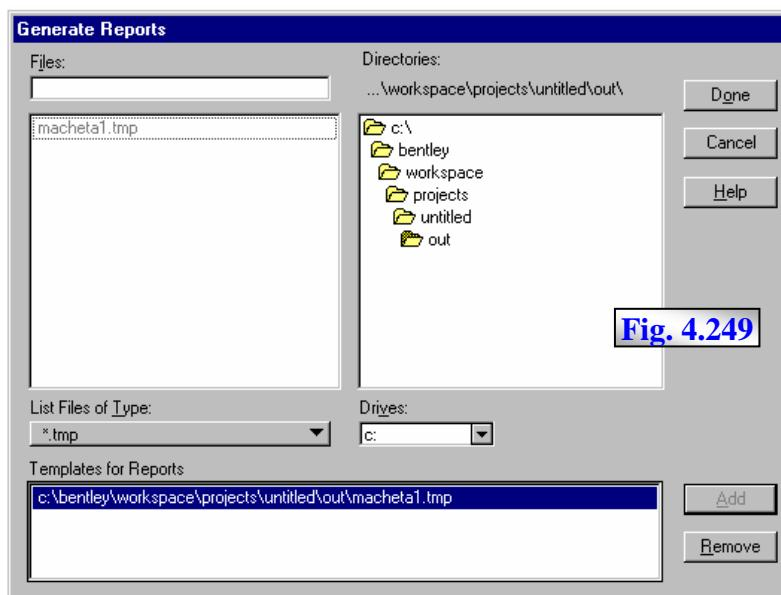

Fig. 4.249
- activarea ferestrei **Generate Reports**, fig. 4.249, din meniul MS în succesiunea **Element** → **Tags** → **Generate Reports**;